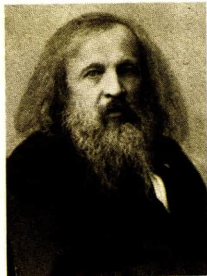

Abb. 64 Dmitri
**Entdeckung eines Naturgesetzes.** Mitte des 19. Jahrhunderts waren über 60 chemische Elemente bekannt. Wissenschaftler versuchten, die Vielzahl der Elemente zu ordnen. Zu ihnen gehörten auch der russische Chemiker *Dmitri Iwanowitsch Mendelejew* (Abb. 64) und der deutsche Chemiker *Lothar Meyer* (Abb. 65).